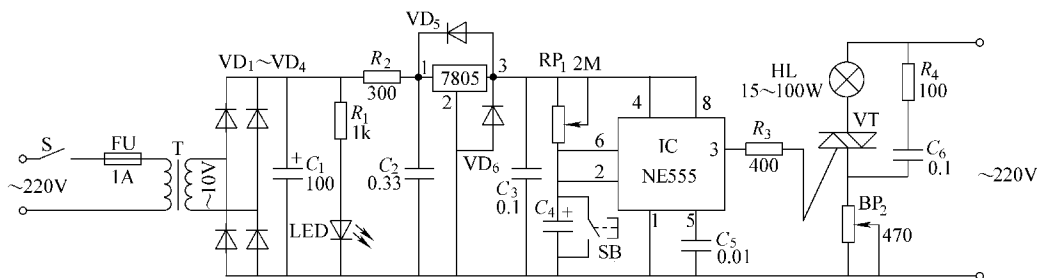

图 6-37 定时调光微光照明节电电路
如图6-37所示的电路,其电源由市电220V经变压器T变压和整流桥($VD_1 \sim VD_4$)整流,电容 C_1 滤波,W7805稳压变成直流电向(NE555)集成电路供电。电路中的延时电路有集成电路NE555、电容 C_4 、 C_5 和SB组成。接通电源开关S,按一下按钮SA,NE555即被置位,③脚输出呈高电平,双向晶闸管VT被触发导通,灯泡HL就亮。当放开SA后,电源通过 RP_1 向 C_4 充电,当充至高于 $2/3 V_{DD}$ 阈值电平时,NE555复位,⑧脚输出呈低电平,使灯泡HL熄灭。微光照明LED接通S后一直保持工作状态。调整 RP_2 (470 Ω),即可进行调光控制。